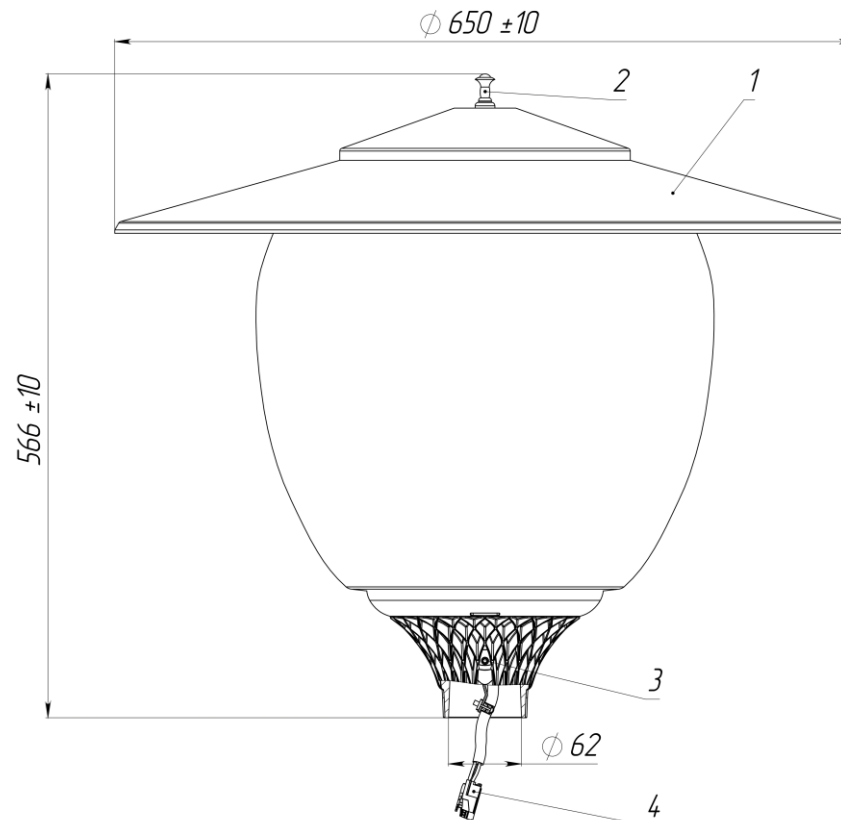

Рисунок 2
2.1 Светильники торшерные серии GALAD/Дон Кихот LED-40 (Рисунок 2) предназначены для функционально-декоративного освещения парков, скверов, бульваров, зон отдыха, территорий микрорайонов, коттеджных поселков.
- декоративная крышка (поз.1 Рисунок 2) (упакована в отдельную коробку)..... 1 шт.;
5.2 Распаковать крышку (поз.1 Рисунок 2), (упакована в отдельную коробку).
5.3 Открутить на верхней части рассеивателя втулку декоративную (поз.2 Рисунок 2), снять прокладку.
5.4 Установить крышку (поз.1 Рисунок 2) на шпильку М10, после чего установить снятую ранее прокладку, затем закрутить втулку декоративную (поз.2 Рисунок 2).
5.5 Светильник устанавливаются на трубу диаметром 50...60 мм и закрепляют тремя болтами М6 (поз.3 Рисунок 2) с усилием затяжки 3,5 – 4Н·м.
5.6 Для подключения светильника к питающей сети предусмотрена клеммная колодка фирмы «FUCON» (поз.4 Рисунок 2), обеспечивающая надежный контакт. Подключение светильника через клеммную колодку «FUCON» к питающей сети **обязательно**, при подключении светильника к питающей сети любыми другими способами автоматически снимает гарантию на светильник.